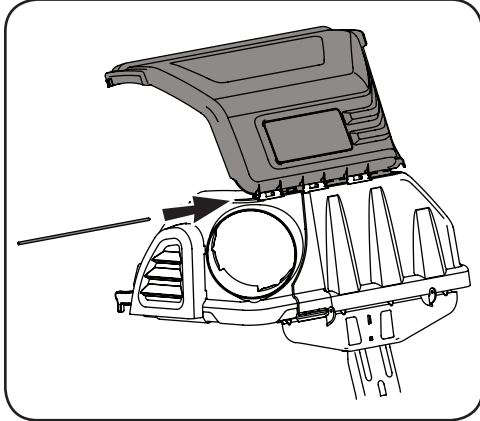

Figura 4-14
- Desde el frente del conjunto, se deben alinear las lengüetas de la cubierta de la embolsadora superior con las lengüetas en el frente del soporte del canal superior. Deslice el pasador de horquilla a través de las ranuras comenzando en el soporte del canal superior del lado derecho de las lengüetas de montaje, como en la Figura 4-14. Oprima el pasador completamente hasta que llegue al tope de extremo.